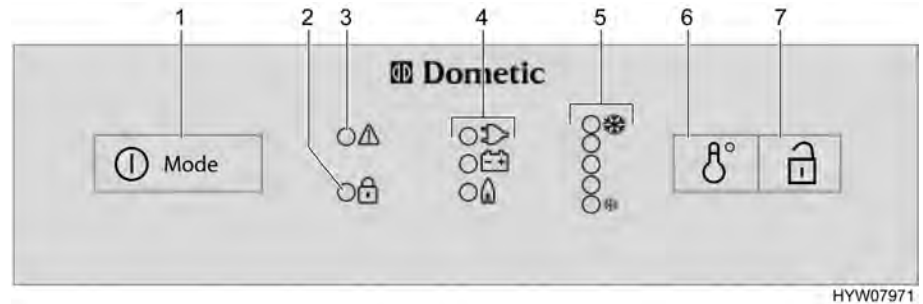

Fig. 158 Elementos de mando para el frigorífico (Dometic de la serie 8 con SMSE)
- Pulsar el conectador/selector de energía (Fig. 158,1) 2 segundos para conectar el aparato. Se ilumina el LED del último modo de funcionamiento seleccionado.
- Si fuera necesario, pulsar el conectador/selector de energía (Fig. 158,1) varias veces brevemente hasta que se ilumine el piloto gas "🔥". El suministro de gas está abierto. El encendido se realiza automáticamente. Se oye un sonido de tic-tac hasta que el proceso de encendido se haya llevado a cabo con éxito.
- Ajustar la temperatura de refrigeración con el conmutador para el ajuste de la temperatura (Fig. 158,6).
- Si fuera necesario, pulsar el conectador/selector de energía (Fig. 158,1) varias veces brevemente hasta que se ilumine el piloto 230 V "⚡".
- Pulsar el conector/selector de energía (Fig. 158,1) 2 segundos para conectar el aparato. Se ilumina el LED del último modo de funcionamiento seleccionado.
- Si fuera necesario, pulsar el conector/selector de energía (Fig. 158,1) varias veces brevemente hasta que se ilumine el piloto 12 V "12V".